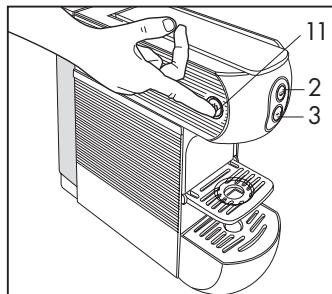

Abb. 4
- Schalten Sie das Gerät über den Hauptschalter (11) ein. Wenn das Gerät eingeschaltet ist, leuchtet der Hauptschalter auf. (**Abb. 4**) Die Abgabetaste (2) blinkt daraufhin intermittierend, bis das Gerät die Temperatur erreicht hat. Danach leuchtet sie fest und das Gerät ist betriebsbereit.